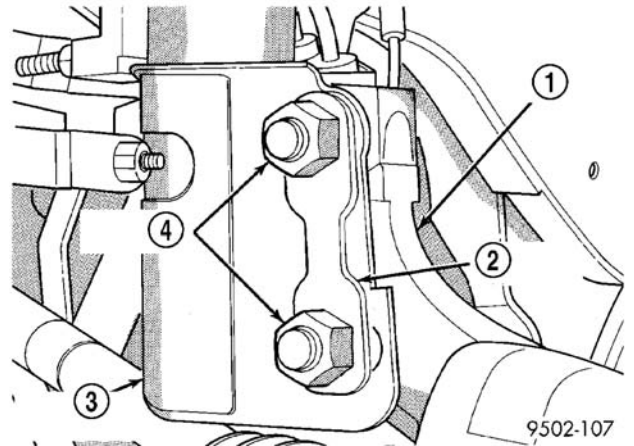

图 10 双头挡片垫圈与螺母的安装
(6) 将双头挡片垫圈安装到转向节与滑柱 U 形支架连接螺栓上。再将螺母安装到来自维修包的螺栓上 (图 10)。调整前轮外倾角时, 将螺栓紧固到刚够固定转向切的程度, 使转向节依然能够在 U 形支架内活动。